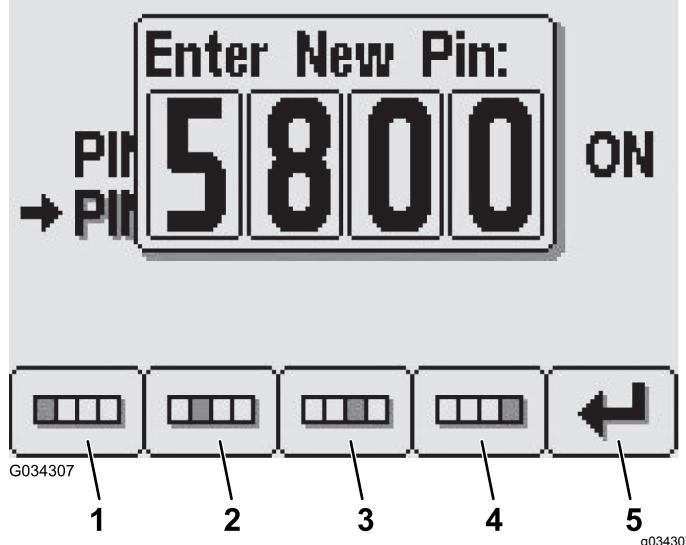

Figura 28
- En la pantalla Introducir PIN nuevo, pulse los botones 1 a 4 para introducir su PIN nuevo. Cuando termine de introducir el PIN, pulse el botón 5 (Figura 28).